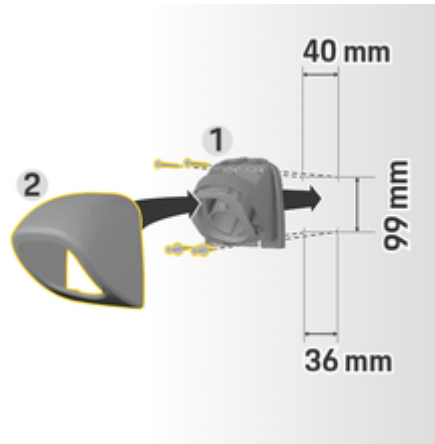

рис. 118: Розміри отворів
1. Вийміть тримач вилки **1** (рис. 118) із кришки **2** (рис. 118).
4. Прикрутіть тримач вилки **1** (рис. 118) до стіни.
5. Надіньте кришку **2** (рис. 118) знизу на тримач вилки **1** (рис. 118) і притисніть догори.